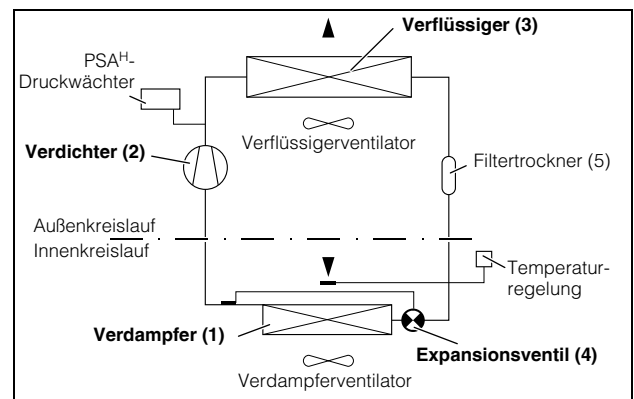

Abb. 3: Kältekreislauf
Das Kühlgerät (Kompressionskälteanlage) besteht aus den vier Hauptbestandteilen (vgl. Abb. 3): Verdampfer (1), Kältemittelverdichter (Kompressor) (2), Verflüssiger (Kondensator) (3) sowie dem Regel- bzw. Expansionsventil (4), die durch Rohrleitungen miteinander verbunden sind. Dieser Kreislauf ist mit einem leicht siedenden Stoff, dem Kältemittel, aufgefüllt. Das Kältemittel R134a (CH_2FCF_3) ist chlorfrei. Sein Ozon-Zerstörungs-Potenzial (OZP) beträgt 0. Es ist somit sehr umweltfreundlich. Ein Filtertrockner (5), der in den hermetisch geschlossenen Kältekreislauf integriert ist, bietet wirksamen Schutz gegen Feuchtigkeit, Säure, Schmutzteilchen und Fremdkörper im Inneren des Kältekreislaufes.